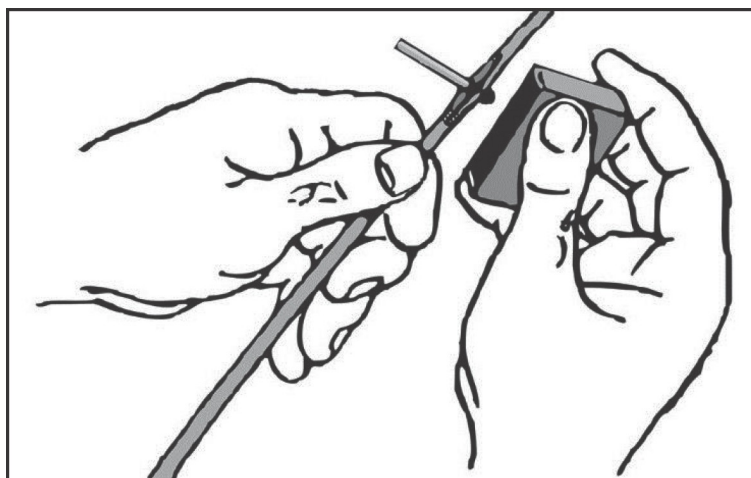

Рисунок 5-1. Техніка запалювання запалу сірником
- 5-5. Якщо запальника немає, підпаліть запал сірником. Для цього розділіть запал на кінці (див. рис. 5-1) і помістіть голівку незапаленого сірника в пороховий шнур. Підпаліть вставлену сірникову голівку палаючим сірником або потріть об неї абразив на сірниковій коробці. За вітряних умов це може зайняти кілька спроб.